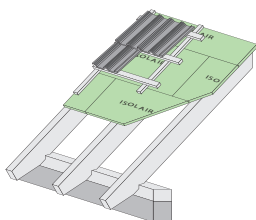
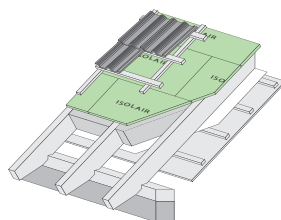

Abb.5 Unterdeckung ohne Zwischensparrendämmung
Abb.6 Unterdeckung mit Zwischensparrendämmung
- Dächer ohne Zwischensparrendämmung (*Abb.5, Seite 19*) und Dächer mit Zwischensparrendämmung (*Abb.6, Seite 19*) Unterdeckplatten zunächst mit verzinkten Breitkopfnägeln oder Klammern fixieren. Endgültige Befestigung erfolgt über lastabtragende Vernagelung, Klammerung oder Verschraubung der Konterlattung (siehe auch Bemessungsservice).